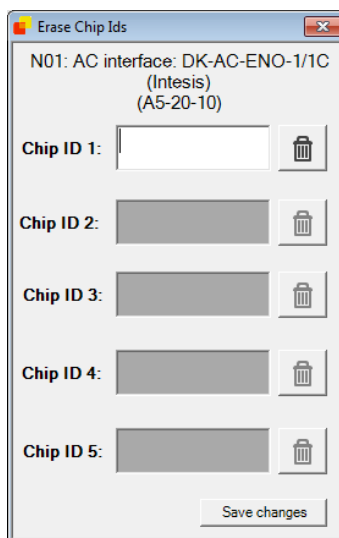

Figura 4.19 Proceso de eliminación
- **Erase:** Cuando se presiona, se abre una nueva ventana (ver **Figura 4.19**). En esta ventana se muestran todos los Chip IDs del nodo asociado y se permite la eliminación de cada uno de los Chip ID de manera individual. Recuerde presionar el botón **Save changes** antes de cerrar la ventana.